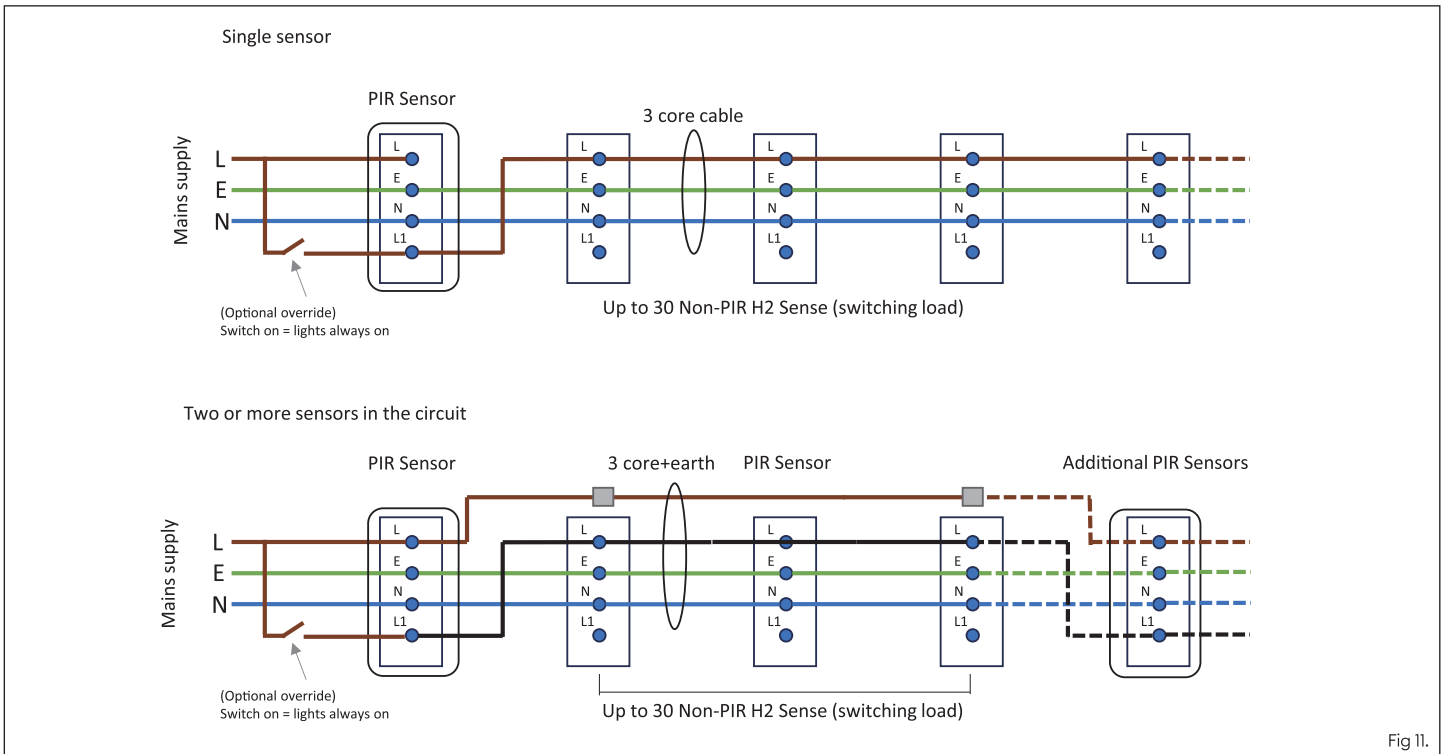

Fig 11.
- Wire mains cable as follows: L = Live, E = Earth, N = Neutral, L1 = Switched Live out (only used for PIR versions) (see Fig 11.)
- Raccordez le câble d'alimentation comme suit : L = Phase, E = Terre, N = Neutre, L1 = Conducteur de phase (uniquement pour les versions IRP) (voir fig. 11).
- Cablare il cavo di rete come segue: L = tensione, E = terra, N = Neutro, L1 = Uscita tensione commutata (utilizzata solo per le versioni PIR) (vedere fig. 11).